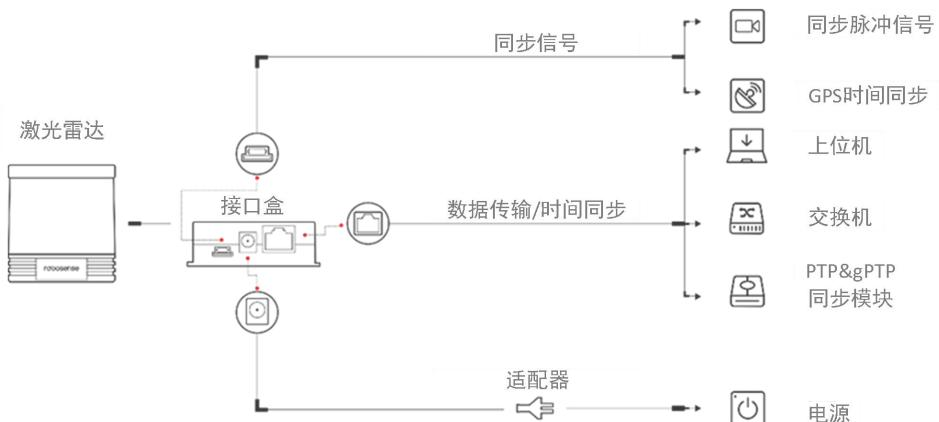

图 11 接口盒连接示意图
连接方式如图 11 所示。
- 1) 时间同步模块 (PTP&gPTP、GPS 时间同步模块) 非出厂标配产品，如需使用相关功能，请自行购买，按照图 11 方式连接即可；